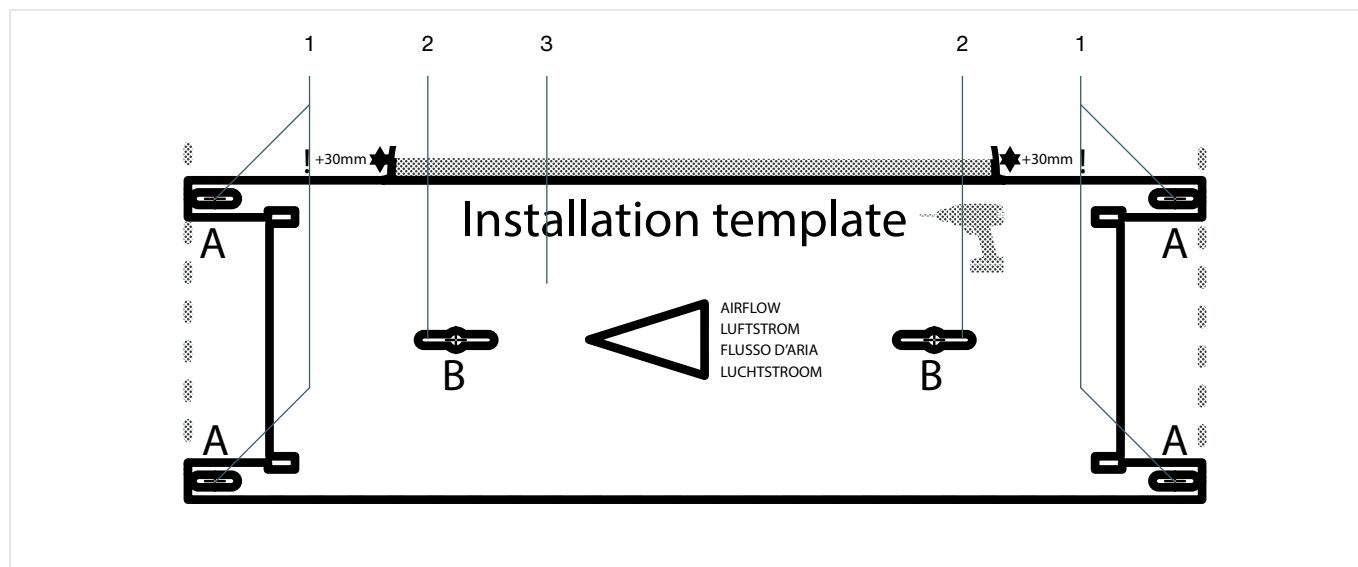

Fig. 5.4 – Fixation du VM
1. Fixez le VM-frame (Fig. 5.4, pos. 3) au mur ou au plafond avec des chevilles et vis selon l'option A (Fig. 5.4, pos. 1) ou l'option B (Fig. 5.4, pos. 2). Utilisez à cet effet des chevilles et des vis adaptées au mur ou au plafond en question.